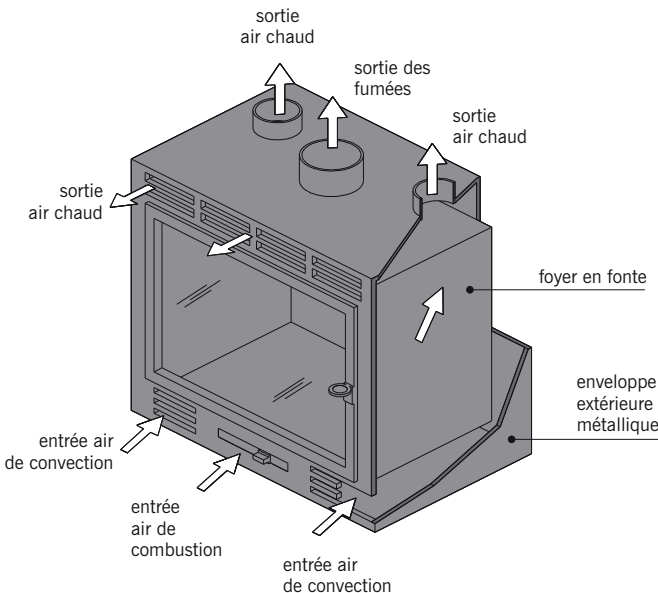

fig. 17.44
■ **L'insert** (fig. 17.44) : variante de foyer fermé qui s'encastre dans une cheminée existante. L'insert est constitué d'un foyer proprement dit en fonte et d'une enveloppe métallique extérieure. Plusieurs ouvertures placées sous la porte dirigent l'air dans la chambre de combustion et dans l'espace ménagé entre les parois. L'air chaud évacué par les deux sorties supérieures peut être conduit par des gaines flexibles vers d'autres pièces. Certains modèles disposent de turbines qui accélèrent la circulation de l'air et assurent une répartition plus homogène de la chaleur.